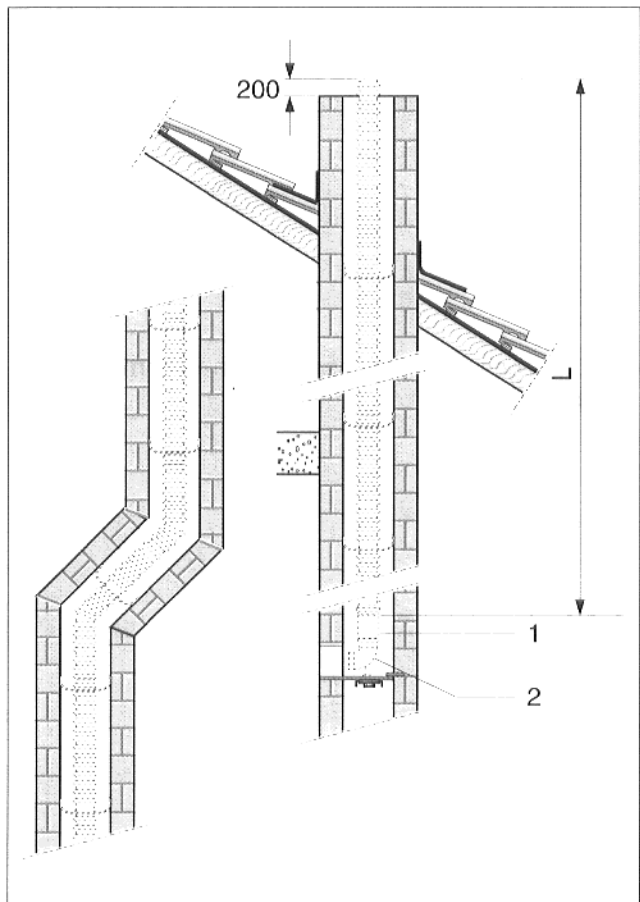

Abb. 13 Rohrlänge
- Erforderliche Rohrlänge L (Abb. 13) zwischen dem
Anschlußstück (Abb. 13, Pos. 1) und Schornstein-
Stützbogens (Abb. 13, Pos. 2) beachten.